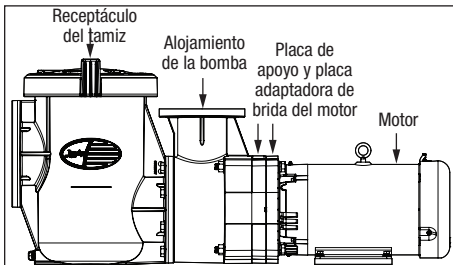
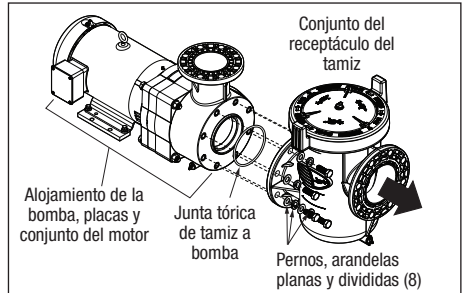

Figura 11. Bomba JCP con conjunto de receptor de tamiz
Figura 12. Quite el receptor del tamiz del conjunto de la bomba
5. Con una llave de 15/16", afloje los ocho (8) tornillos hexagonales de 5/8" que sujetan el conjunto del receptor del tamiz al cuerpo del motor o el alojamiento de la bomba. Consulte las Figura 11 y Figura 12.
6. Tire del conjunto del receptor del tamiz para separarlo del conjunto del alojamiento de la bomba, las placas y el motor, como se muestra en la Figura 12.
7. Quite la junta tórica entre el tamiz y la bomba en la parte frontal del alojamiento de la bomba. Consulte la Figura 12.